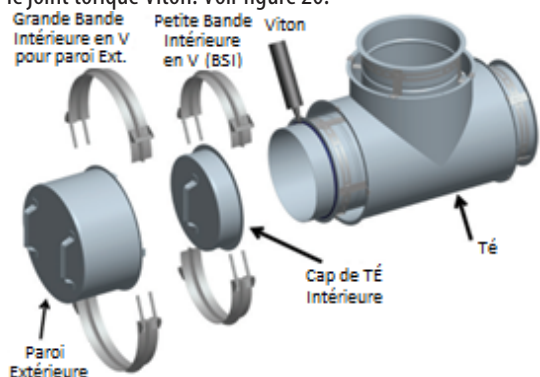

Figure 20: Étape 1 (uniquement pour une installation horizontale) Installation du TC
**ÉTAPE 1** (uniquement pour une installation horizontale): Ajoutez du calfeutrage Viton® sur le joint torique Viton. Voir figure 20.
**REMARQUE:** Assurez-vous que la poignée du capuchon est tournée vers l'extérieur, comme illustré. Voir figure 20 ou 21